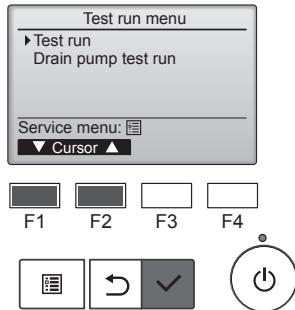

Fig. 7-2
- Test çalışma menüsünden "Test run" (Test çalışma) öğesini seçin ve [SEÇİM] düğmesine basın. (Fig. 7-2)